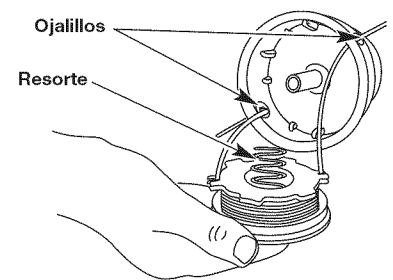

Fig. 20
13. Inserte los extremos partidos de la línea a través de los ojajillos de la bobina exterior y coloque el carrete interior con el resorte dentro de la bobina exterior (Fig. 20). Empuje el carrete interior y la bobina exterior entre sí.
- Inserte los extremos de la línea en los ojajillos de la bobina exterior (Fig. 20).